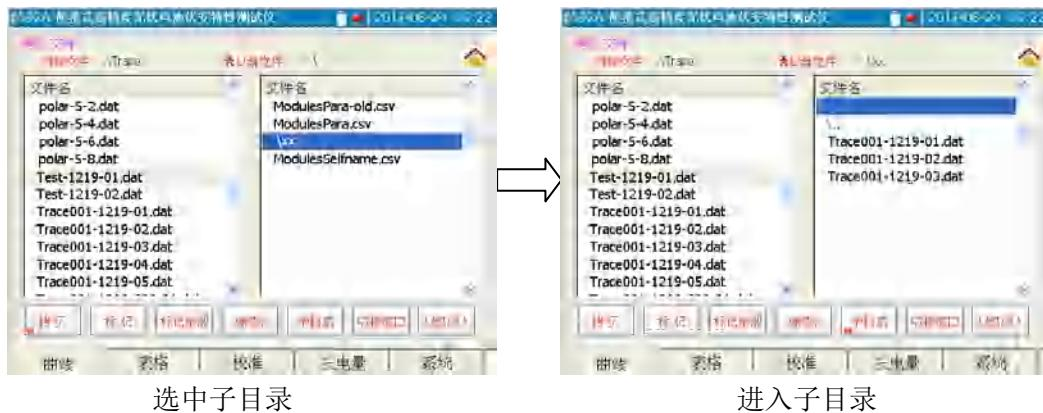

图 5-9 子目录操作示意图
- 5) 【子目录】：在 U 盘/SD 卡文件列表窗口中，当光标条选中子目录（名称前含有“\”）时，点击此按钮将进入此子目录。进入子目录后，窗口列表中显示的是子目录的内容。此时当光标条选中“\.”时，点击此按钮将直接返回到根目录；当光标条选中“\..”时，点击此按钮将返回到上层子目录。如图 5-9 所示。